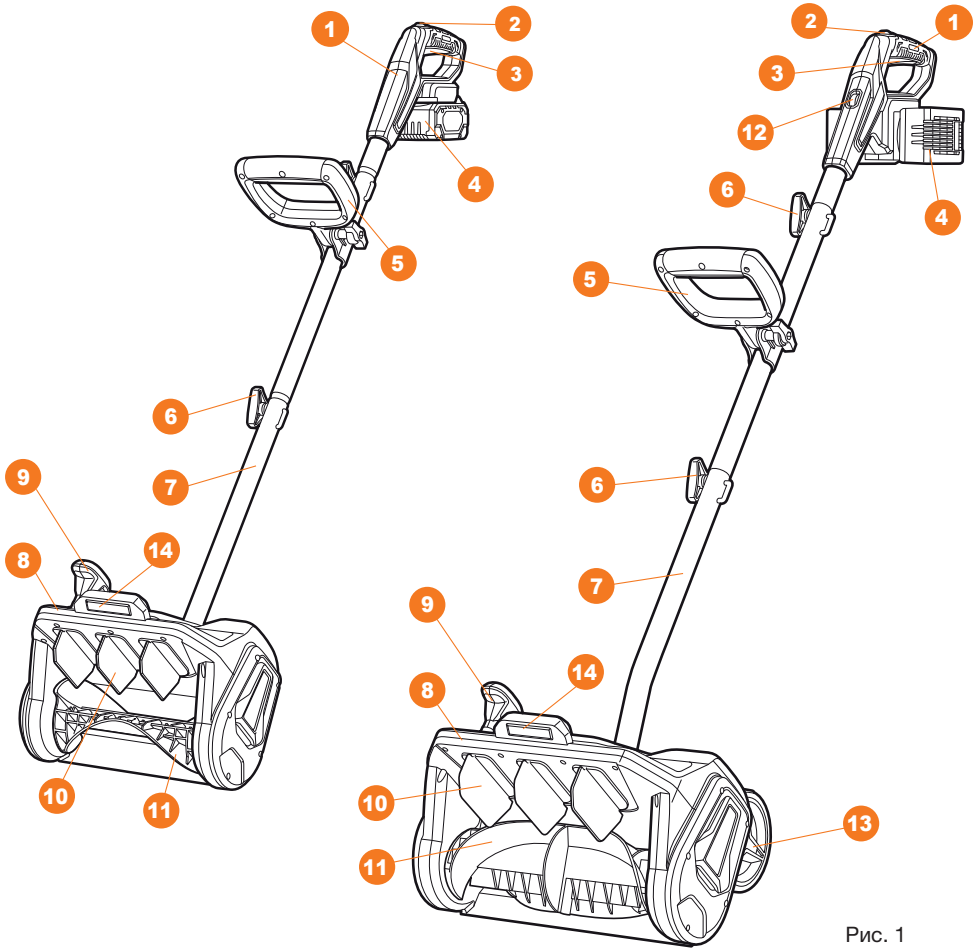

Рис. 1
- Отрегулируйте направление выброса снега изменив положение рычага **9** (Рис. 1).
- Возьмите устройство двумя руками за основную **1** и вспомогательную **5** рукоятки таким образом, чтобы шнек **11** устройства был направлен от оператора (Рис. 1).
- Нажмите кнопку блокировки включения **2** и затем нажмите кнопку запуска двигателя **3**. После старта двигателя кнопку блокировки **2** можно отпустить (Рис. 1).
- Для изменения скорости вращения шнека на моделях **DAST 4242Li / DAST 4242Li SET** используйте кольцо регулировки оборотов **12** (Рис. 1).
- Удерживайте кнопку запуска двигателя **3** на протяжении всей уборки территории от снега (Рис. 1).
- Для остановки двигателя отпустите кнопку **3** (Рис. 1).
- Дождитесь полной остановки шнека **11**, прежде чем закончить работу (Рис. 1).